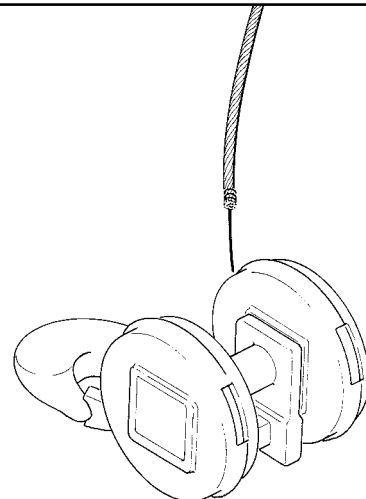

fig. 48
- montare il bozzello (fig. 48) e procedere come descritto al punto 4.5.2 (vedi figure 82 e 83).